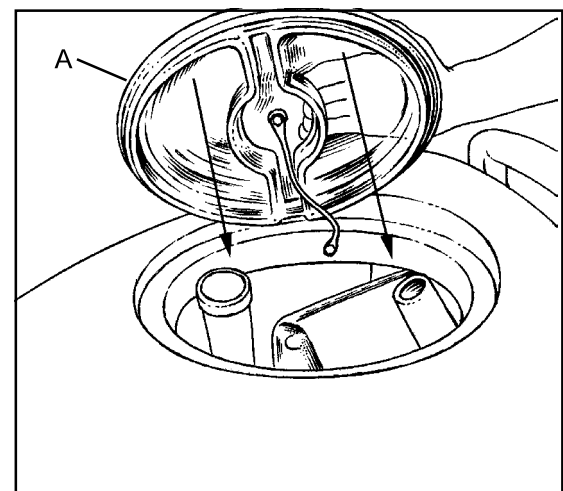

Abb. 23
6. Vergewissern Sie sich, daß der Verschluss des Schmutzwassertanks ordnungsgemäß sitzt. Siehe Abb.23.